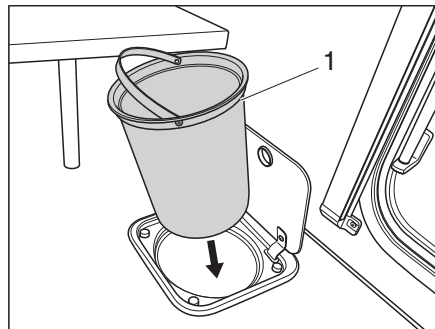

Fig. 151 Contenitore dei rifiuti cucina
- Prelevare il contenitore dei rifiuti (Fig. 151,1) per il manico e svuotarlo attenendosi alle disposizioni vigenti.